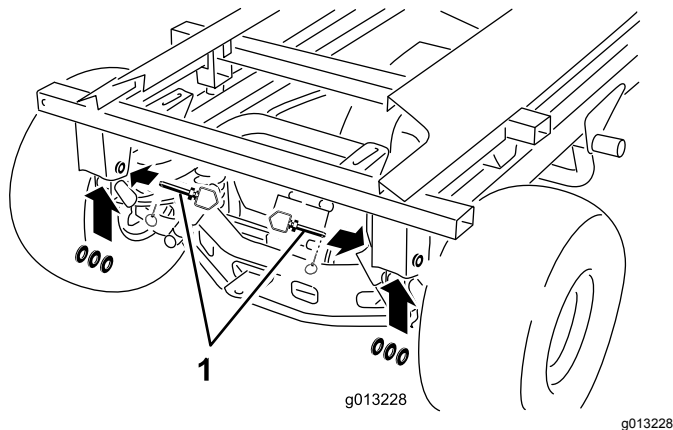

Figura 50
10. Remova os pinos de sujeição traseiros, pinos de engate e anilhas (**Figura 50**).